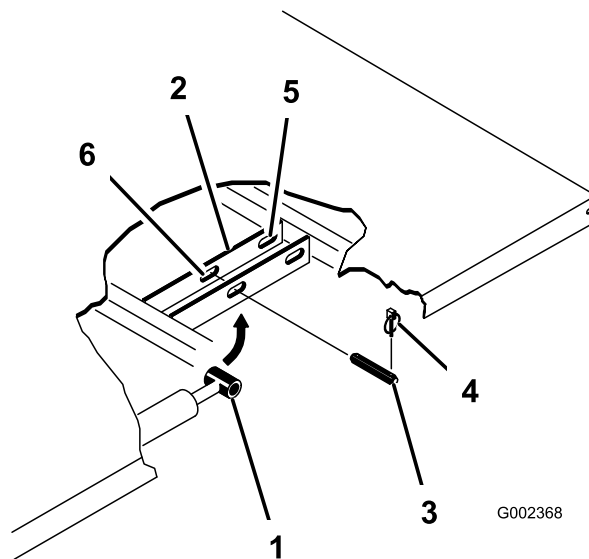

Figura 23
3. Îndepărtați cunile de osie de la capetele exterioare ale tifturilor cu cap și gaură tijă cilindru (Figura 23).
4. Îndepărtați tifturile cu cap și gaură care fixează capetele tijei cilindru pe plăcile de montaj platformă împingând tifturile spre interior (Figura 23).
5. Îndepărtați cunile de osie și tifturile cu cap și gaură care fixează suportii pivot de canalele cadrului (Figura 23).